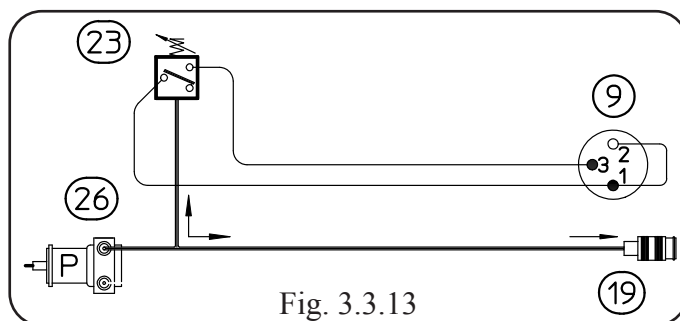

Fig. 3.3.13
Al encendido del generador, la tarjeta panel (48) verifica si el grupo de enfriamiento está conectado, mediante la señal proporcionada por el conector puente en los terminales 1 y 2 del conector (9) en el grupo de enfriamiento (Fig. 3.3.13). Con el conector (9) desconectado o con el conector puente interrumpido, el grupo de enfriamiento está deshabilitado y la selección del tipo de funcionamiento de panel de control no es posible; si el grupo de enfriamiento ya está activado, se provoca el bloqueo del generador con indicación del código de error relativo.
- Terminales ventiladores (2) en grupo de enfriamiento tensión = 220 Vac, con grupo de enfriamiento habilitado.
- Desconectar temporáneamente, con generador apagado, los hilos de los ventiladores (2) del panel de bornes y verificar resistencia entre los terminales de los ventiladores (2) (bobinado de los ventiladores (2)). Valor correcto = 750 ohm aproximadamente.
TEST PRESÓSTATO (23) (Fig. 3.3.13 y Mapa conectores, par. 5.7).
- Tarjeta potencia (45), conector J4, terminales 1(+) - 4(-) = 0 Vdc, con bomba (26) en función (contacto presóstato cerrado = presión idónea); +24 Vdc, con generador encendido y bomba (26) parada (contacto presóstato abierto = presión insuficiente).